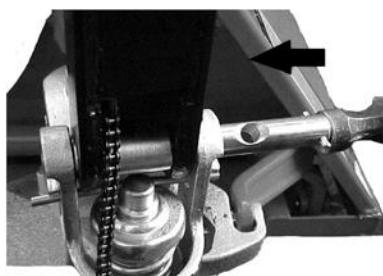

Fig. 6 Asamblarea axului
- a)** Introduceți brațul timonei (1) în pistonul pompei, apoi folosiți un ciocan pentru a introduce axul cu orificiu în pompa hidraulică și în brațul timonei (Fig. 6).